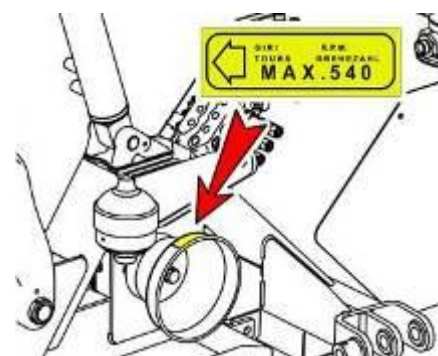

РИС. 4.2
- Убедиться, что число оборотов и направление вращения кардана ВОМ соответствует требованиям мульчера и совпадает с указанными на табличке, расположенной на месте соединения кардана. (РИС. 4.2)